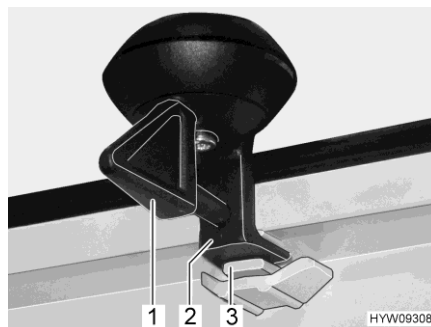

Fig. 77 Bloccaggio (posizione di ricircolo d'aria)
- Ruotare la leva (Fig. 77,1) di un quarto di giro. Il bloccaggio (Fig. 77,2) deve entrare nella rientranza superiore (Fig. 77,3).